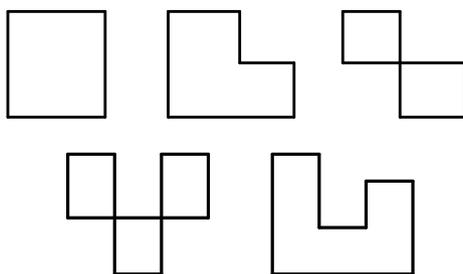

Рисунок 15 - Возможные варианты циклов
1) две соседние вершины располагаются в одной строке или одном столбце. То есть геометрически, изображение цикла состоит из чередования горизонтальных и вертикальных линий, соединяющихся в вершинах цикла (рисунок 15).